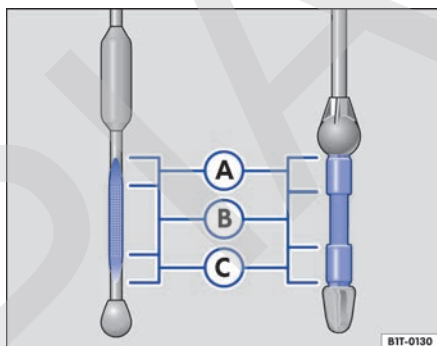

Fig. 158 Varillas de medición con marcas del nivel de aceite del motor (diferentes tipos).
Si se somete el motor a grandes esfuerzos (p. ej., efectuando largos recorridos por autopista en verano o atravesando puertos de alta montaña), el nivel de aceite debería encontrarse en la zona superior permitida de → fig. 158 ⓑ.
Leyenda de la fig. 158:
7. Extraiga nuevamente la varilla de medición y compruebe en ella el nivel de aceite → fig. 158 tal y como sigue:
13. Al final del proceso, el nivel de aceite debería encontrarse por el centro de la zona → fig. 158 **B**. El nivel de aceite no debería encontrarse en la zona **A**, por encima de **B**, y no permita nunca que se encuentre por encima de la zona **A** → .
14. Si por descuido ha añadido demasiado aceite y el nivel se encuentra por encima de la zona → fig. 158 **A**, **no ponga el motor en marcha.** Avise a un taller especializado y, dado el caso, solicite la ayuda de personal especializado.
- Si por descuido ha añadido demasiado aceite y el nivel se encuentra por encima de la zona → fig. 158 (A), no ponga el motor en marcha. Avise a un taller especializado y, dado el caso, solicite la ayuda de personal especializado. ¡De lo contrario podrían dañarse el catalizador y el motor!
No permita nunca que el nivel de aceite del motor se encuentre por encima de la zona → fig. 158 (A). De no ser así, podría aspirarse aceite por el respiradero del cárter del cigüeñal y llegar a la atmósfera a través del sistema de escape.